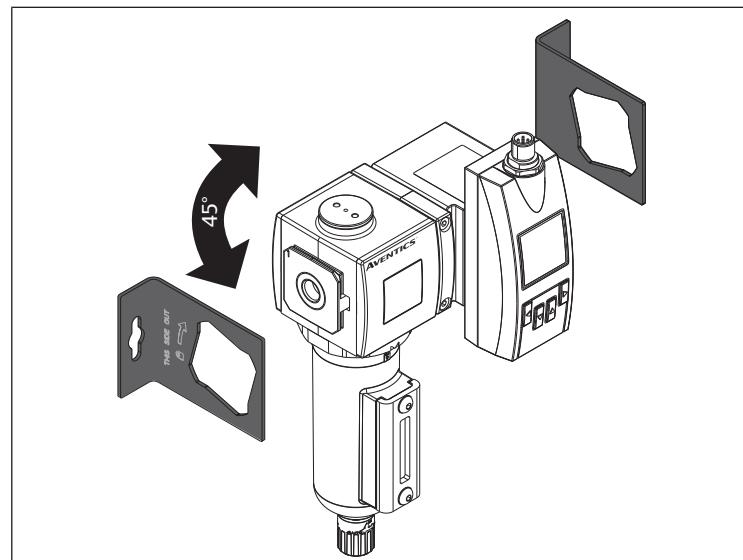

Fig. 6: Montaggio con squadretta di fissaggio
- Montare il prodotto con una squadretta di fissaggio. Vedere → Fig. 6.